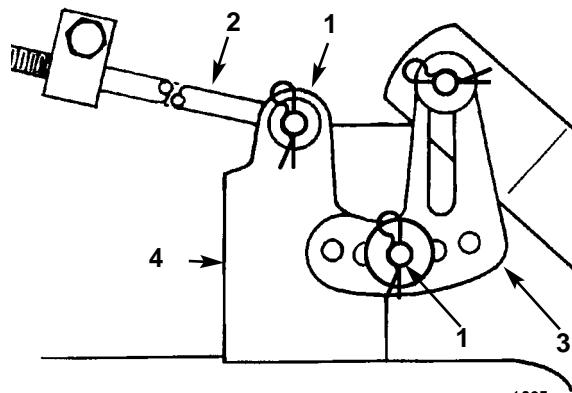

**Fig. 49**
4. Girate con attenzione la lama (o lame) da fianco a fianco (Fig. 49). Misurate tra i taglienti esterni e la superficie piana (Fig. 49). Se entrambe le misure non risultano entro 4,762 mm, occorre regolare; vedi punti 5 e 6.